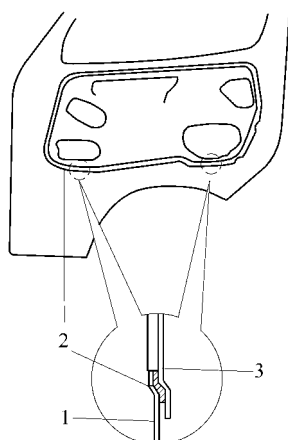

图 17-45 安装辅助孔盖
(10) 安装辅助孔盖。用粘结剂密封辅助孔盖，将其下缘嵌入车门板的槽缝内，如图 17-45 所示。
(11) 安装门内把手。将两根连接杆连接到门内把手上，装上两个螺钉和把手，然后检查动作是否平稳。